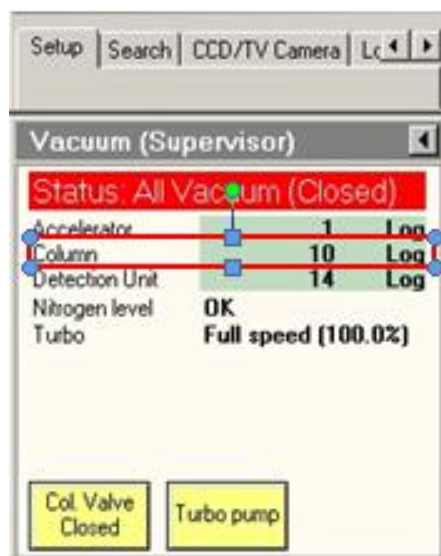

图 14
d. 样品杆放入镜筒后，稳定3分钟，观察镜筒真空度。待镜筒真空度（Column）稳定15Log以下之后（如图14所示），可以开始加热灯丝。